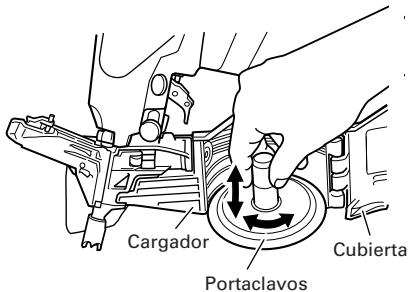

Fig. 2
- Ajuste la posición del portaclavos de acuerdo con la longitud de los clavos. (Fig. 2)